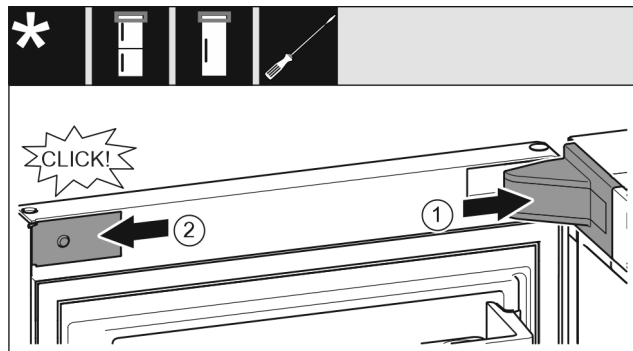

Fig. 21
- ▶ Applicare la copertura del blocco di supporto e innestarla, se necessario premere con cautela. Fig. 21 (1)
- ▶ Applicare il pannello lateralmente e innestarlo. Fig. 21 (2)